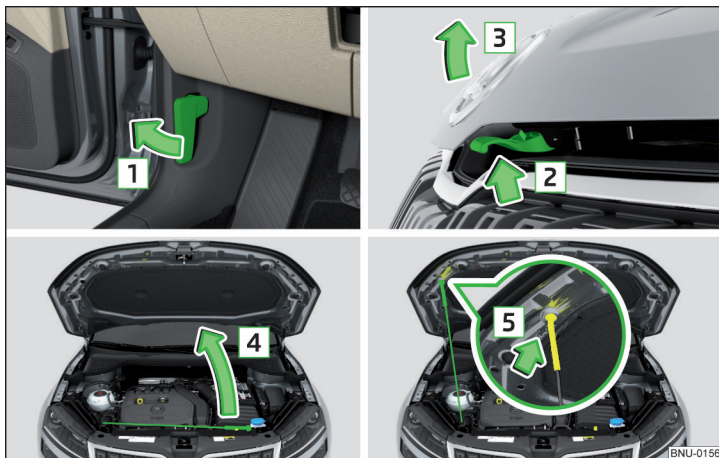

Fig. 296 Abrir la tapa del vano motor
- Abra la puerta delantera y tire de la palanca de desbloqueo ubicada debajo del tablero de instrumentos en el sentido de la flecha 1 » fig. 296.